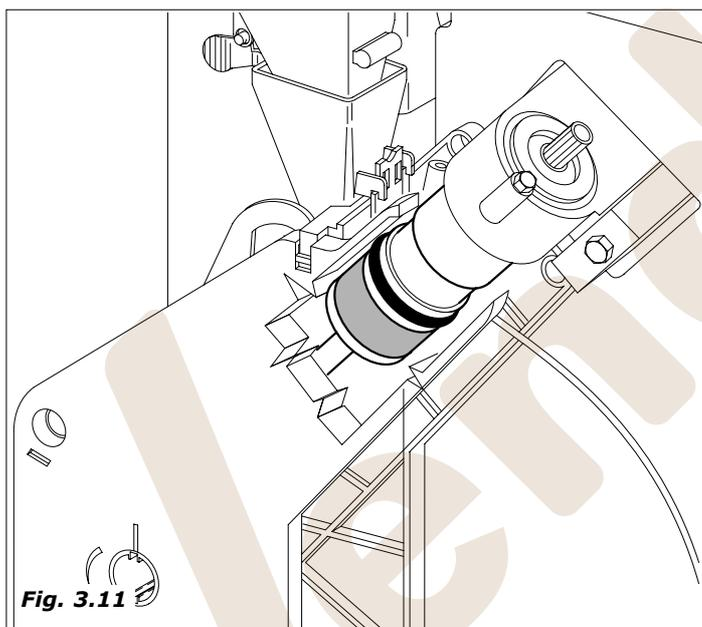

Fig. 3.11
- Se activa el motorreductor del grupo de café hasta llegar a la posición de erogación, lo que provoca el prensado de la pastilla (Fig.3.11).